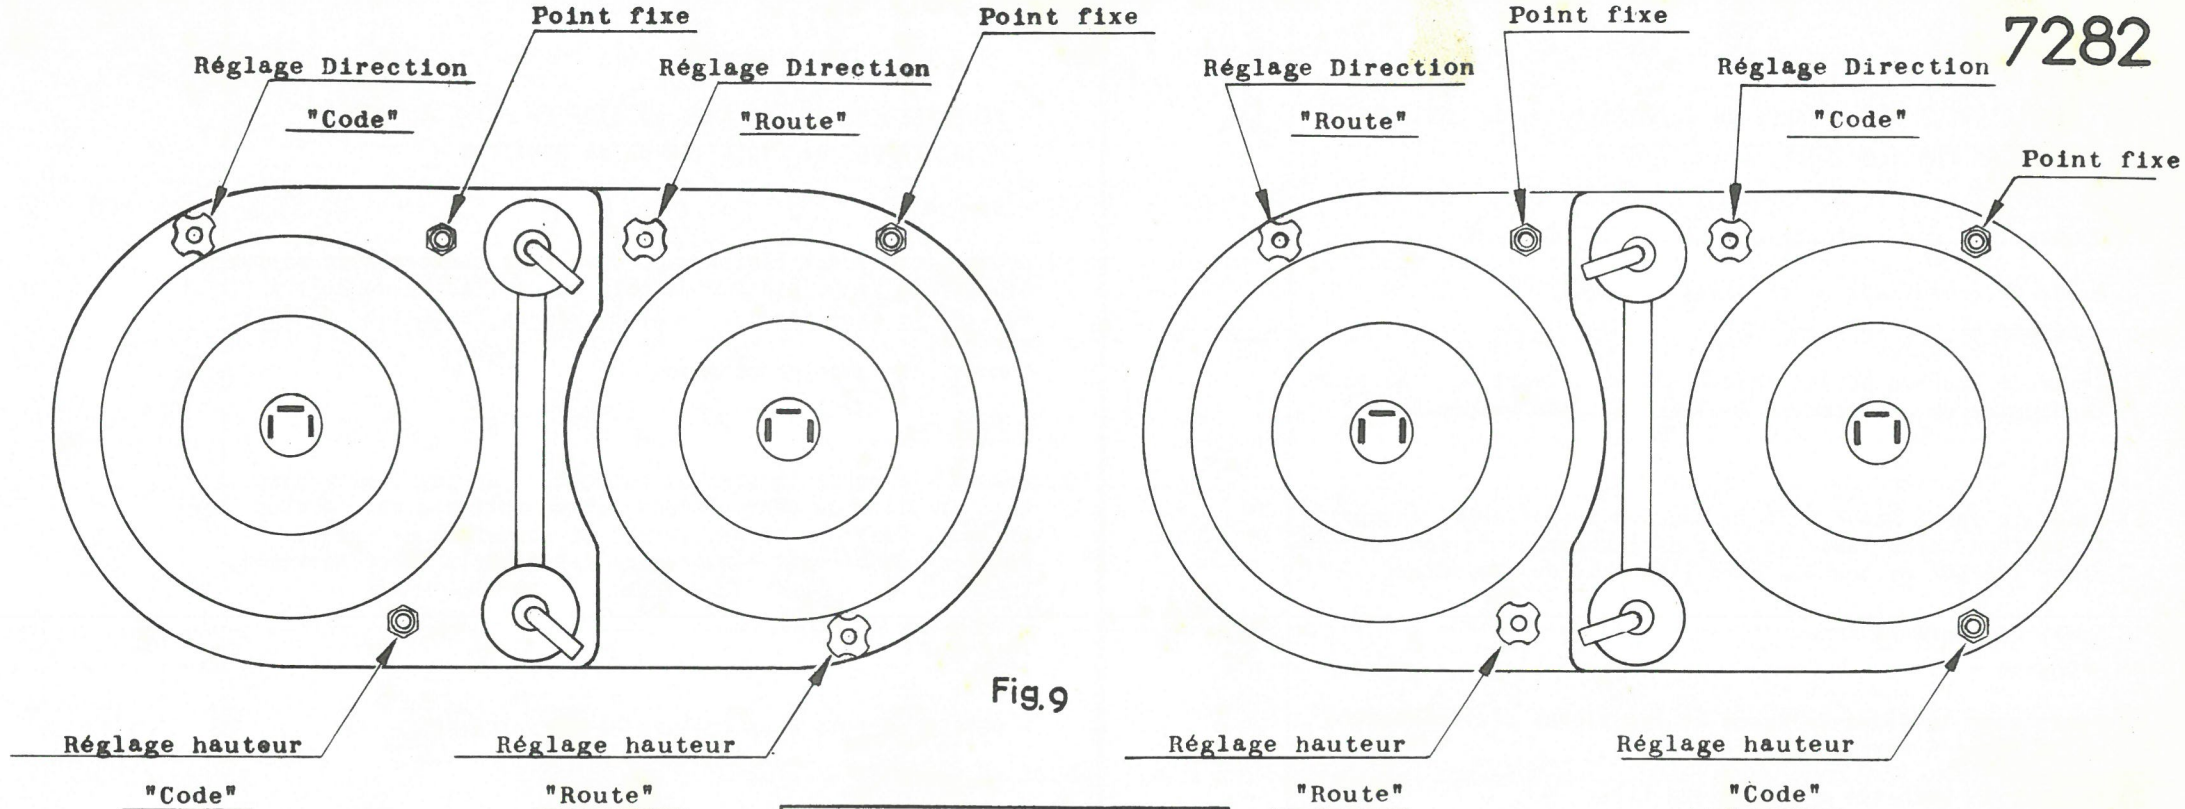

Fig.9
- REGLAGE des PHARES - Fig. 9 et 10 -
2) Orientation des blocs optiques - Fig. 9 -